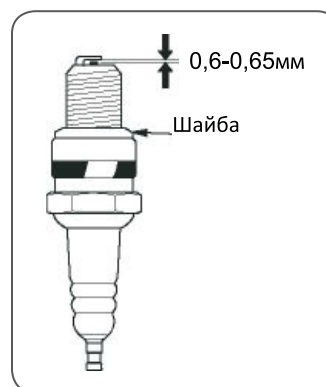

Рис. 9
4. Измерьте зазор между электродами свечи специальным щупом. Зазор должен быть 0,6-0,65 мм. (Рис.9) При увеличении или уменьшении требуемого зазора рекомендуется заменить свечу, так как регулировка зазора может привести к изменению качества искрообразования.